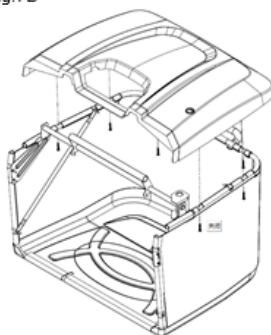

Fig.7F
3. Așezați capacul superior peste ansamblul suportului și fixați-le folosind șuruburile autofiletante. (Fig.7F)